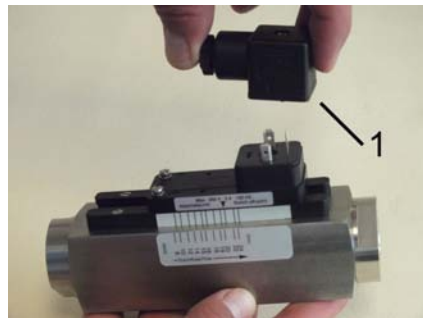

Abb. 52: Steckerdose abziehen
- 2.** ➤ Steckerdose mit dazugehöriger Dichtung (Abb. 52/1) nach oben abziehen